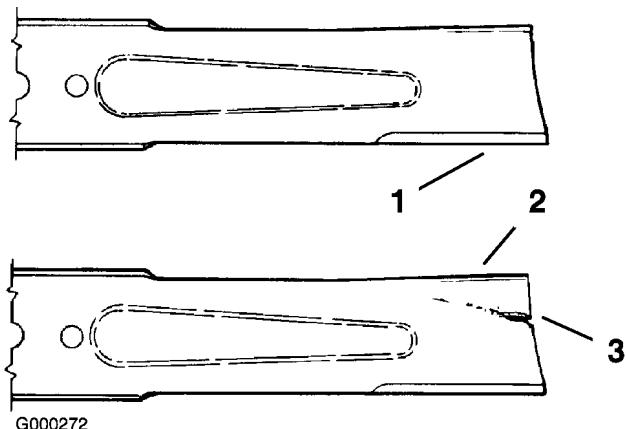

Figure 61
1. Examinez le tranchant des lames (Figure 61). Si les lames ne sont pas tranchantes ou si elles présentent des indentations, déposez-les et aiguisez-les (voir Aiguisage des lames).
2. Inspectez les lames, surtout la partie incurvée (Figure 61). Remplacez immédiatement toute lame endommagée, usée ou qui présente une entaille (Figure 61).